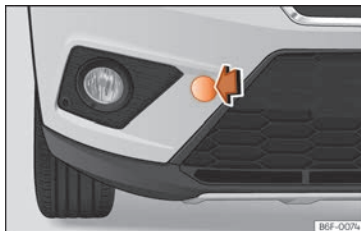

Abb. 44 Stoßfänger vorn rechts: Abdeckung entfernen.
Die Abschleppöse wird in die hinter einer Abdeckung auf der rechten Seite des vorderen Stoßfängers befindliche Aufnahme eingeschraubt »» **Abb. 44**.
- Drücken Sie die Abdeckung zum Herauslösen im rechten Bereich und lassen Sie sie am Fahrzeug hängen »» **Abb. 44**.